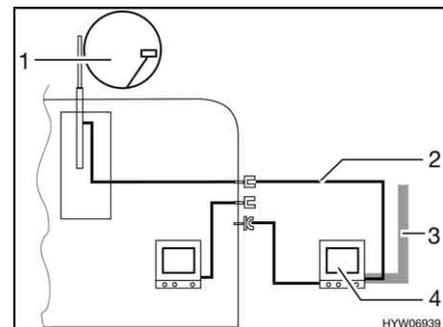

Bild 115 TV im Vorzelt
- TV im Vorzelt (Bild 115,4): Anschluss an Dachantenne (Bild 115,1) mit Verbindungskabel (Bild 115,2)
- TV im Vorzelt (Bild 115,4): Anschluss an externe Antenne (Bild 115,3)